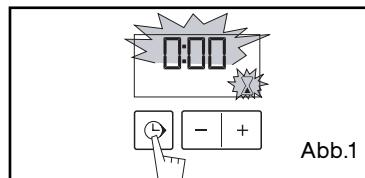

Abb.1
- Taste „“ (Abb. 1) drücken, bis das Symbol des Kurzzzeitweckers  > 0.00 und eine kleine Sanduhr blinken.